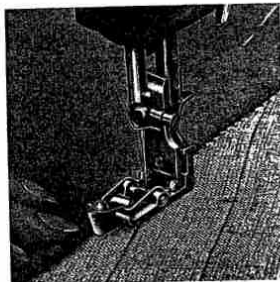
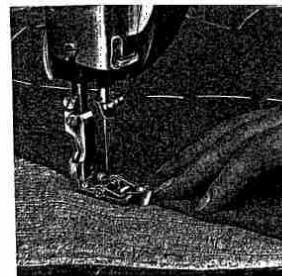

Fig. 28
Fig. 29
**Arbeitsweise:** Umgelegte Stoffkante beim Nähen an der linken Kante entlanggleiten lassen (Fig. 28). Am Ende der Naht, Nadel rechts in das Roßhaar einstechen lassen, Stoffdrückerstange etwas anheben und Arbeitsstück um 180° drehen. Die umbuggte Stoffkante beim Nähen nun an der rechten Kante des Lineals entlanggleiten lassen (Fig. 29).
**Operation:** During sewing guide the folded fabric edge along the left edge of the guide (Fig. 28). At the end of the seam, let the needle stitch into the horsehair lining, raise the presser bar a little and turn the workpiece through 180°. Now guide the folded fabric edge along the right edge of the guide (Fig. 29).
**Mode opératoire:** Selon fig. 28, guider la cassure du tissu contre le bord gauche a du guide. A la fin de la couture, laisser l'aiguille à droite dans le crin, lever légèrement la barre presse-tissu et tourner l'ouvrage de 180°. Maintenant, laisser glisser la cassure du tissu le long du bord droit d du guide (fig. 29).
Durante la costura, el borde doblado de la pieza deberá conducirse contra el canto izquierdo de la guía (fig. 28). Al final de la costura deje la aguja clavada por la parte derecha en la entreteja, levante un poco la barra del prensatelas y gire la pieza de costura 180°. A continuación, el borde doblado de la pieza se conduce contra el canto derecho de la guía (fig. 29).